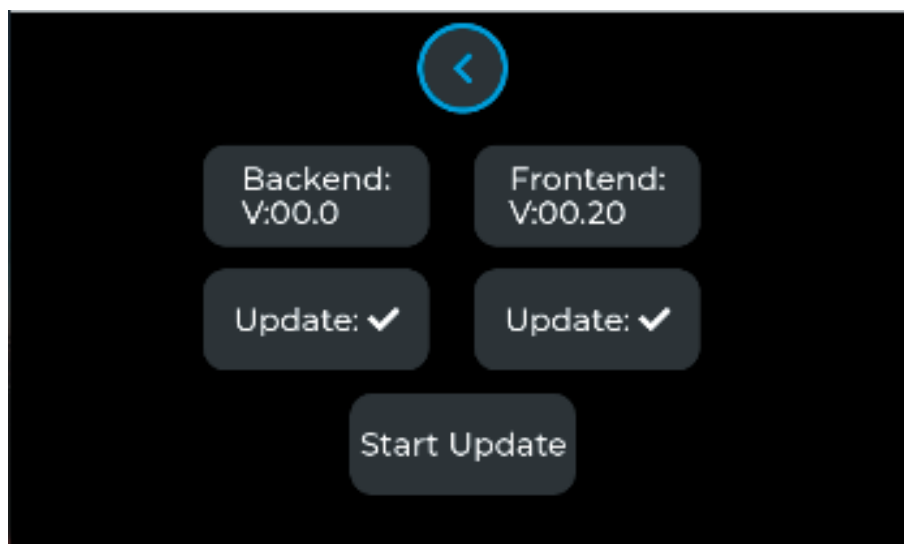

Рисунок 6.9. Меню обновления
- 6) После этого откроется окно обновления, изображенное на рис. 6.9. Для запуска обновления следует нажать на кнопку Start Update. На дисплее начнет отображаться ход выполнения обновления (в процентах).